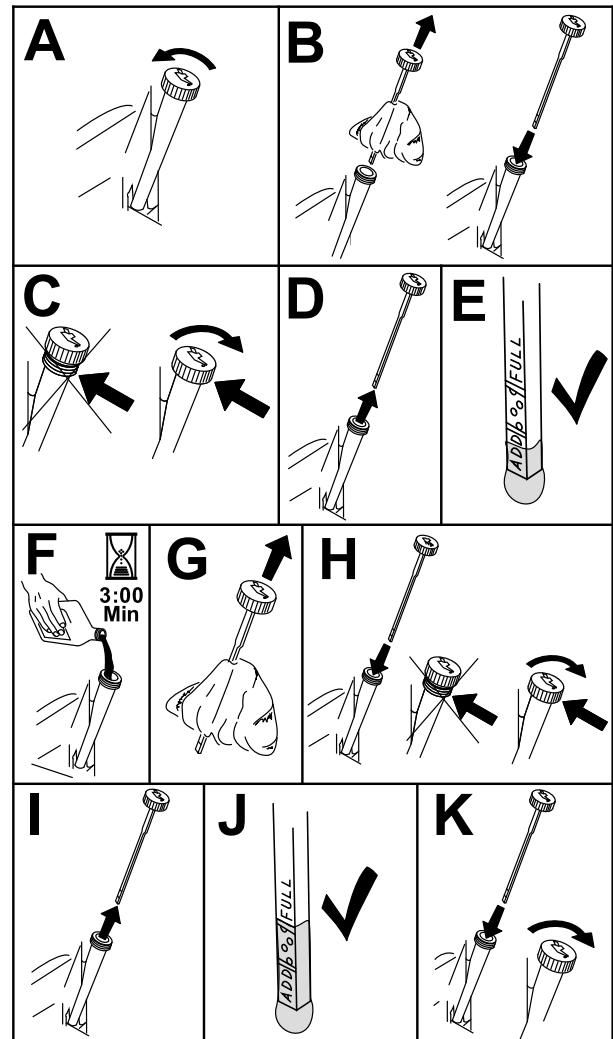

Figure 40
3. Pour éviter de faire tomber de l'herbe, de la poussière, etc., dans le moteur, nettoyez la surface autour du bouchon de remplissage-jauge d'huile, avant de l'enlever (Figure 40).